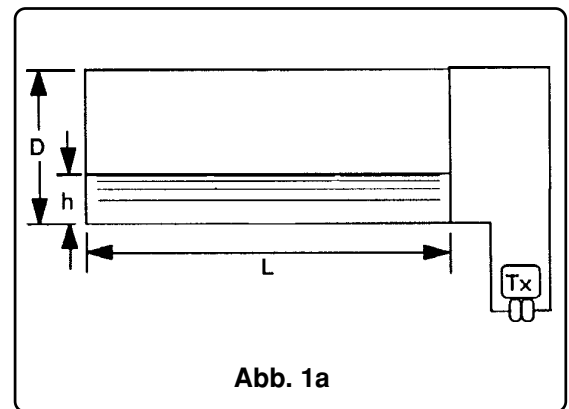

Abb. 1a
a) Zylindrische Behälter mit flachen Böden (nicht häufig verwendet, siehe Abb. 1a). Der Messumformer misst die gesamte Höhe des Behälters. Das folgende Polynom ergibt die Fläche des Querschnitts abhängig von der Höhe h (Füllstand der Flüssigkeit im Behälter):